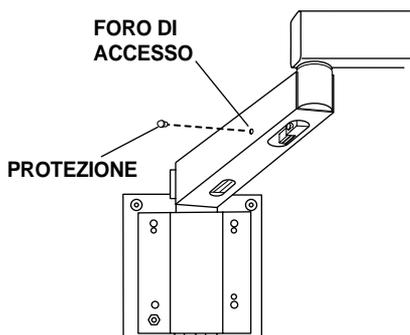

Figura 20. Freno del braccio
2. Rimuovere la protezione dal foro di accesso sul lato sinistro del braccio (*vedere la Figura 20*).